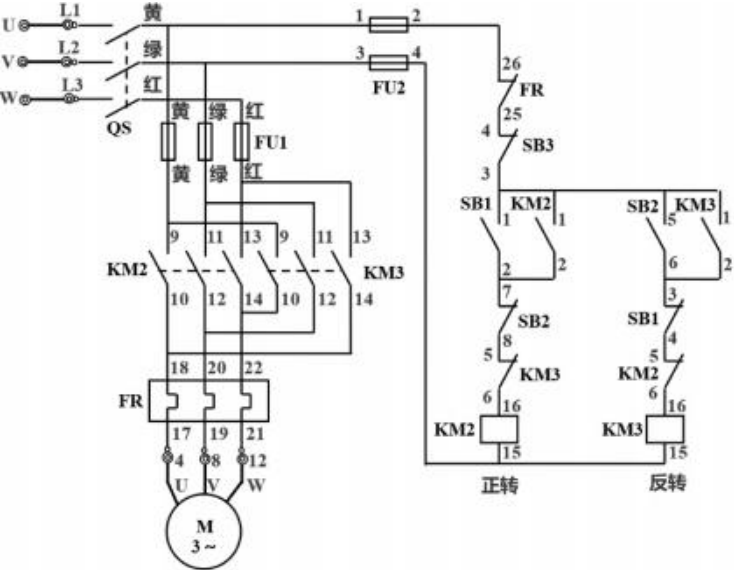

图 5 交流电动机正反转控制线路实验电路
第五步:再次点击“搜索”,选择“查找十六进制数值”,在“下列十六进制数值将被搜索”的框格内填入 CR2 文件尾的特征字(16 进制 FFD9),搜索方向选择“向上”,其他选项不勾选,点击“确定”,WinHex 软件将从下一张照片文件头的位置向上查找前一张照片文件的结尾特征字(16 进制 FFD9,如图 5 所示)。
1. 先用万用表电阻挡检测塑料铜芯软导线是否畅通，然后按图 5 所示的交流电动机正反转控制线路图进行线路连接。